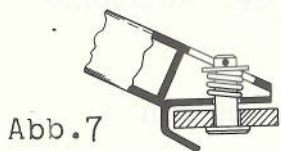

Abb. 7
3. Die richtige Bolzenbefestigung ist aus Abb. 7 ersichtlich.